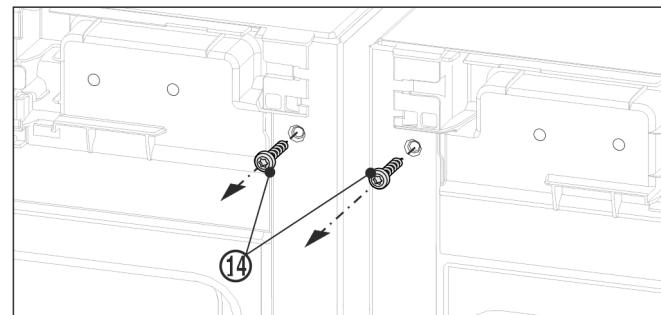

Fig. 11
► Pred namestitvijo zgornjega kotnika izvijte obo ozemljitvena vijaka Fig. 11 (14).